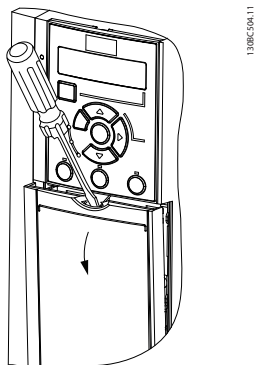

Bild 4.4 Styrkabelåtkomst
- Ta bort skyddsplåten med en skruvmejsel. Se *Bild 4.4*.